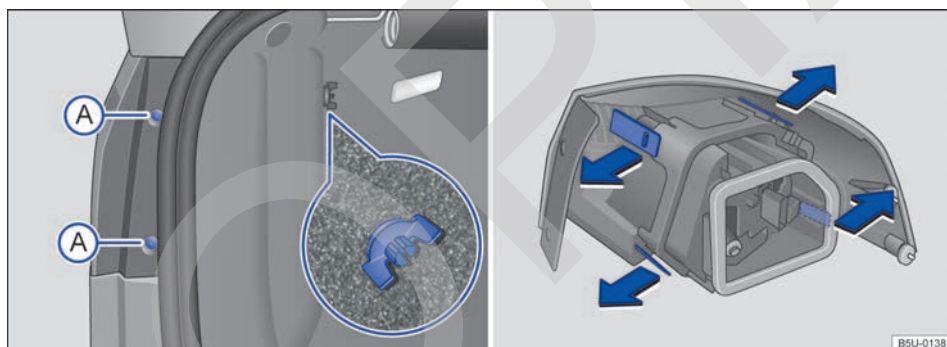

Fig. 182 En la carrocería remover la linterna trasera y el soporte de las lámparas.
3. Remover los tornillos de fijación ⇒ fig. 182 (A).
4. Soltar el tornillo mariposa ⇒ fig. 182 (lupa) y retirarlo, sosteniendo, al mismo tiempo, la linterna trasera.
5. Tirar cuidadosamente de la linterna hacia afuera, para desencajarla de la carrocería ⇒ ①.
8. Para desbloquear el soporte de las lámparas, presionar cada lengüeta de bloqueo en el sentido de las flechas ⇒ fig. 182.